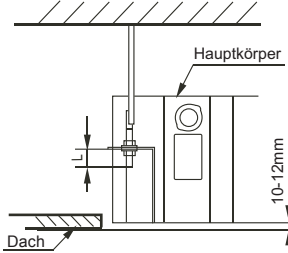

Abb. 5-6
- Stellen Sie die Position so ein, dass die Abstände zwischen dem Hauptkörper und den vier Seiten des Daches gleichmäßig bleiben. Der untere Teil des Gerätes sollte sich ca. 10~12 mm innerhalb der Decke befinden (siehe Abb. 5-6).